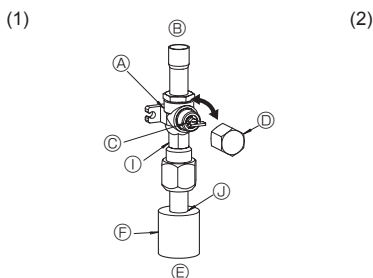
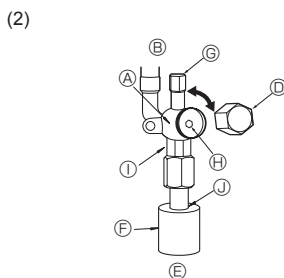

Fig. 4-6
Fig. 4-7
- (1) Gassida (Fig. 4-6)
- ① Ta bort locket, dra handtaget mot dig och vrid motors 1/4 varv för att öppna.
- ② Kontrollera att stoppventilen är helt öppen, tryck in handtaget och skruva på locket igen.
- (2) Vätskesida (Fig. 4-7)
- ① Ta bort kåpan och vrid ventilstången motsols så långt det går med en 4 mm sexkantsnyckel. Sluta när den når stoppet. (ø9,52: Ca. 10 varv)